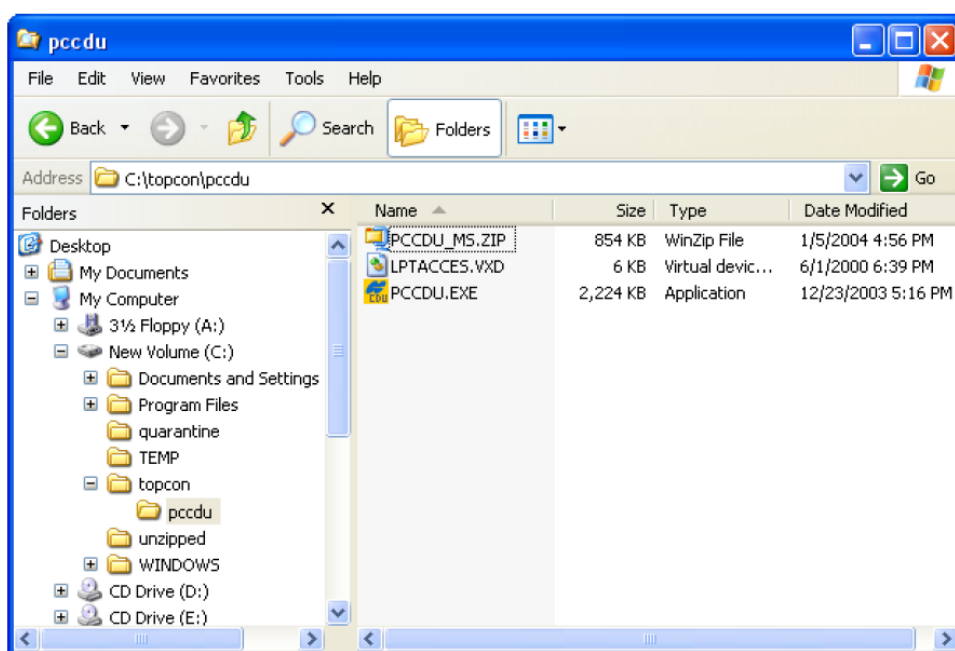

Рисунок 2-1. Извлеките программу и создайте ярлык
3. Извлеките PCCDU.EXE и присоединенный файл \*.dll в папку PC-CDU (см. рис. 2-1).
4. Создайте ярлык на рабочем столе вашего компьютера для быстрого доступа к PC-CDU (см. рис. 2-1).